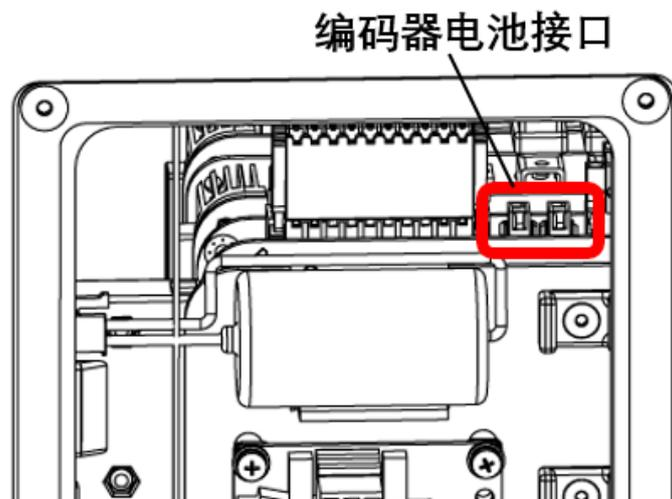

图 5-7 编码器电池接头位置
**步骤3** 在接口面板上找到备用电池的接口，接入新的编码器电池，如图 5-7 所示